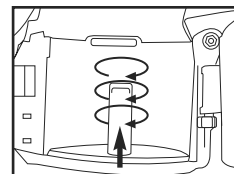

Figure 2
2. **Vérifier le réglage :** La cloueuse doit être réglée pour la longueur de clou à utiliser. L'alimentation en clous ne s'exécute pas en douceur si la cartouche est incorrectement réglée. La cartouche contient une plateforme à clous réglable sur laquelle repose le rouleau de clous. La plateforme à clous peut être déplacée vers le haut ou vers le bas sur quatre réglages de longueur de clous. Pour modifier le réglage, soulevez la tige et tournez-la jusqu'à obtenir le réglage voulu. (Voir Figure 2)
Le déflecteur d'échappement réglable peut être pivoté manuellement à toute position voulue, sans outils. (Voir Figure 2)